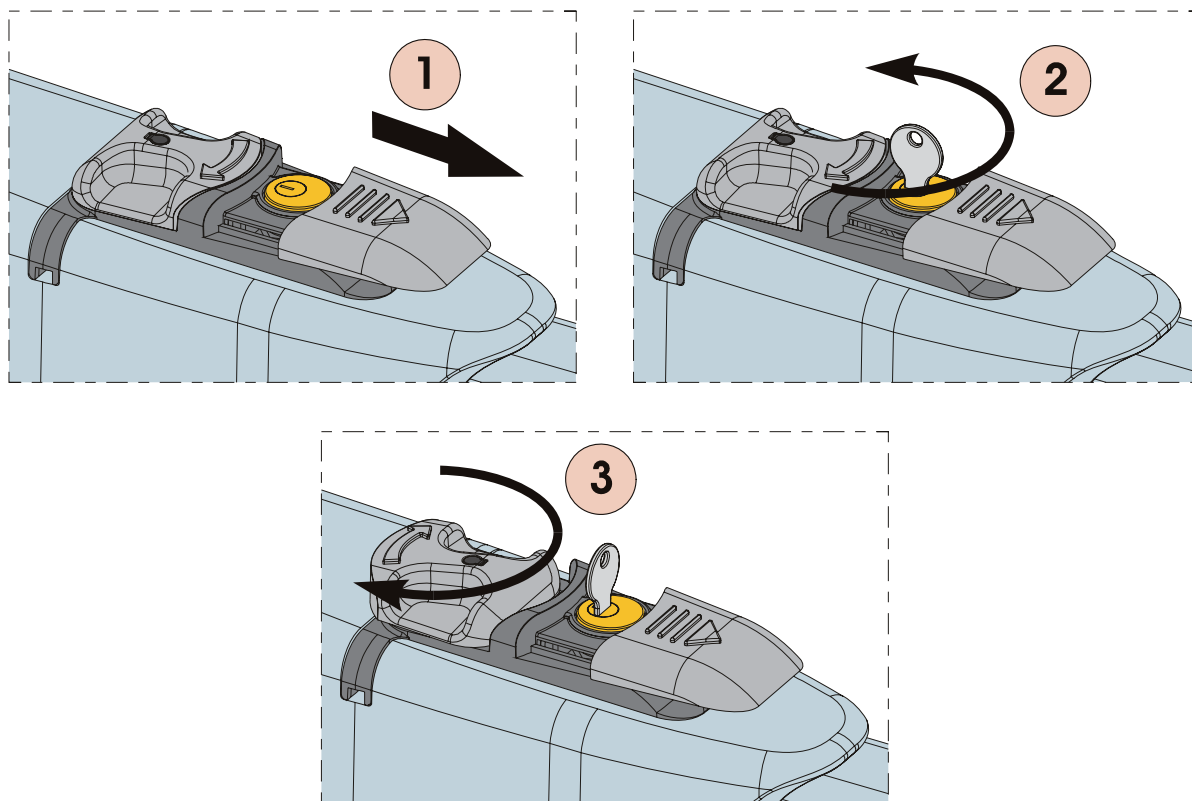

Fig. 1
- 2) Far scorrere il cappuccio protettivo, Fig.1/1.
- 3) Inserire la chiave e ruotarla di 90°, Fig.1/2.
- 4) Per sbloccare l'operatore ruotare di 180° la leva di manovra nella direzione della freccia presente sul sistema di sblocco, Fig.1/3.
- 2) Slide the protective cap, Fig.1/1.
- 3) Insert the key and turn it 90°, Fig.1/2.
- 4) To release the operator turn 180° the control lever to the direction indicated by the arrow on the release system, Fig.1/3.